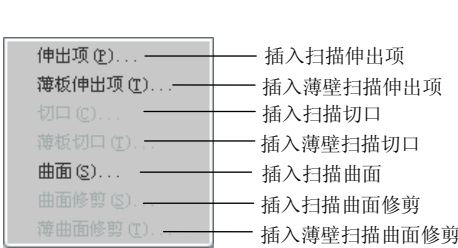

图 5.25.2 “扫描”子菜单
下面以图 5.25.2 为例，说明创建扫描特征的一般过程。
Step2. 选择下拉菜单 **插入(I) → 扫描(S) → 伸出项(E)...** 命令（如图 5.25.2 所示）。